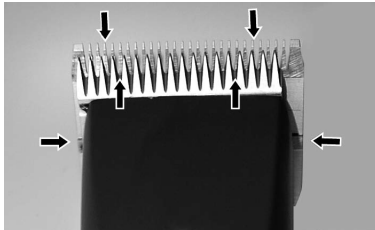

Fig. 13
Hyvän leikkuutuloksen varmistamiseksi sekä karvanleikkuukoneen ja leikkuupään kestoiän lisäämiseksi on tarpeen levittää ohut kerros öljyä ylä- ja alaterän väliin (Fig. 13).
- ▶ Voitele teriä riittävästi leikkuun aikana (vähintään 15 minuutin välein), siten, että ne eivät valu (Fig. 13).
Terät on öljyttävä ennen kutakin käyttöä, käytön aikana ja jälkeen. Jos karvanleikkuukoneen terät jättävät raitoja tai liikkuvat hitaasti, on öljyä lisättävä. Tiputa muutama tippa öljyä terien kärkeen ja sivuille (katso nuolet, Fig. 13). Pyyhi liika öljy kuivalla pehmeällä kankaalla. Voitelusuihke ei tuota riittävästi öljyä hyvää voitelua varten, mutta sillä voi jäähdyttää teriä. Vaihda rikkoutuneet ja vaurioituneet terät vammojen välttämiseksi.